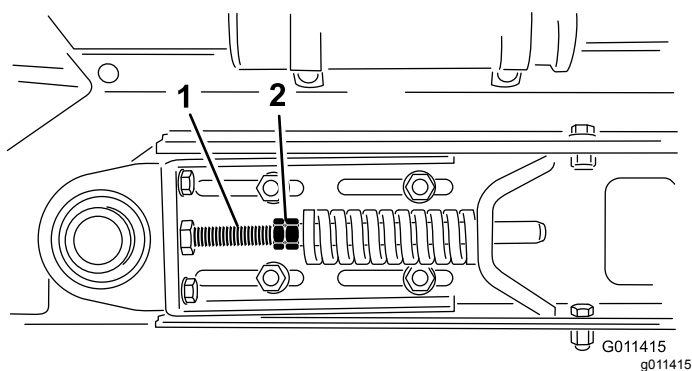

**Figura 30**
2. Retire o elo principal da correia e retire a correia da roda motora pequena (Figura 30).